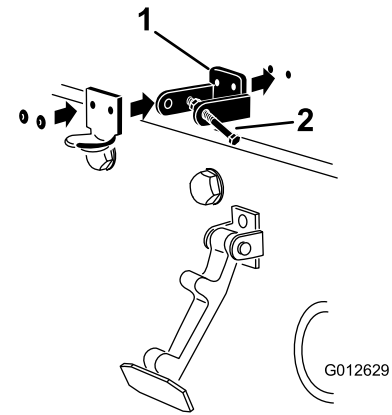

Bild 6
6. Nieten Sie die Halterungen und Scheiben an die Haube (**Bild 6**).